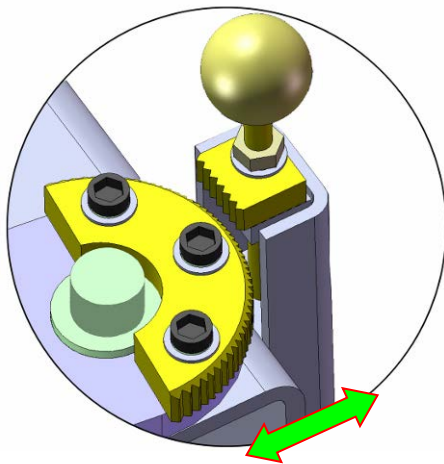

Рис. 32
3. Отрегулируйте рычаг регулировки в соответствии с рисунком (**Рис. 32**)